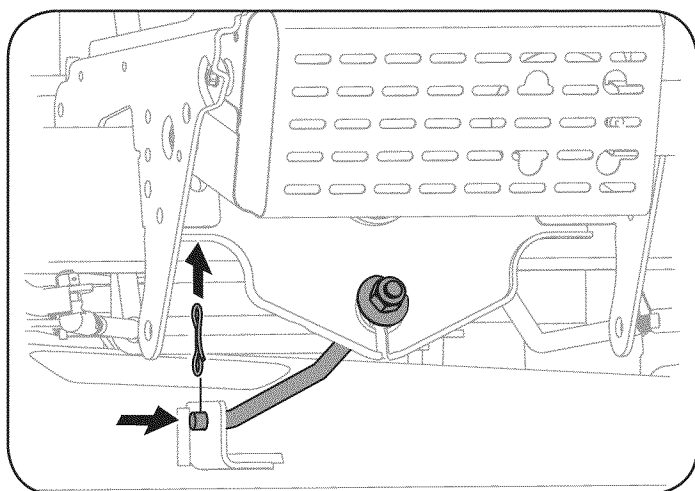

Figura 21
8. Retire la pajarita chaveta para garantizar la barra estabilizadora de cubierta a cubierta. Deslice la barra de levantar la cubierta de la soldadura de montaje en la cubierta como se ve en la figura. 21.